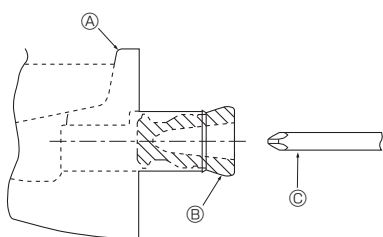

Fig. 5-1
- For rørledningen i venstre side skal gummiproppen sættes i højre dræning. (Fig. 5-1)